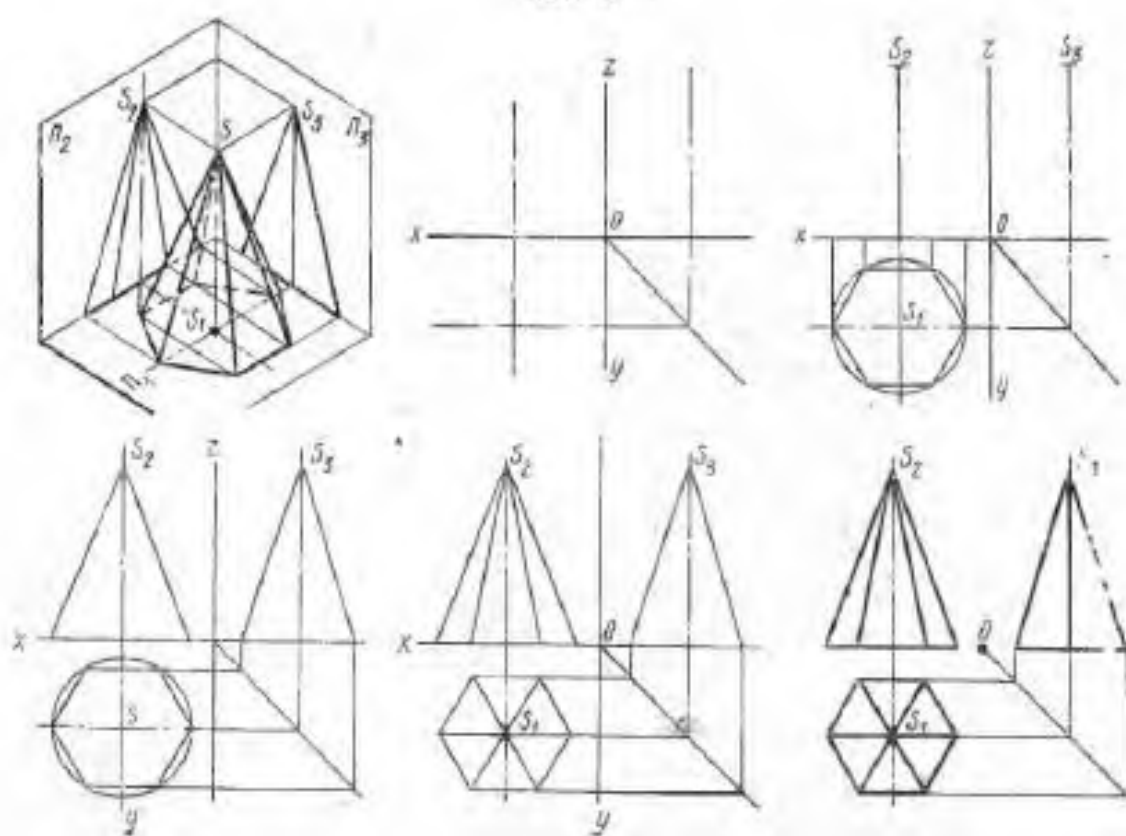

Рисунок 30
1. Найти проекции точек, расположенных на их поверхностях (рис.30);